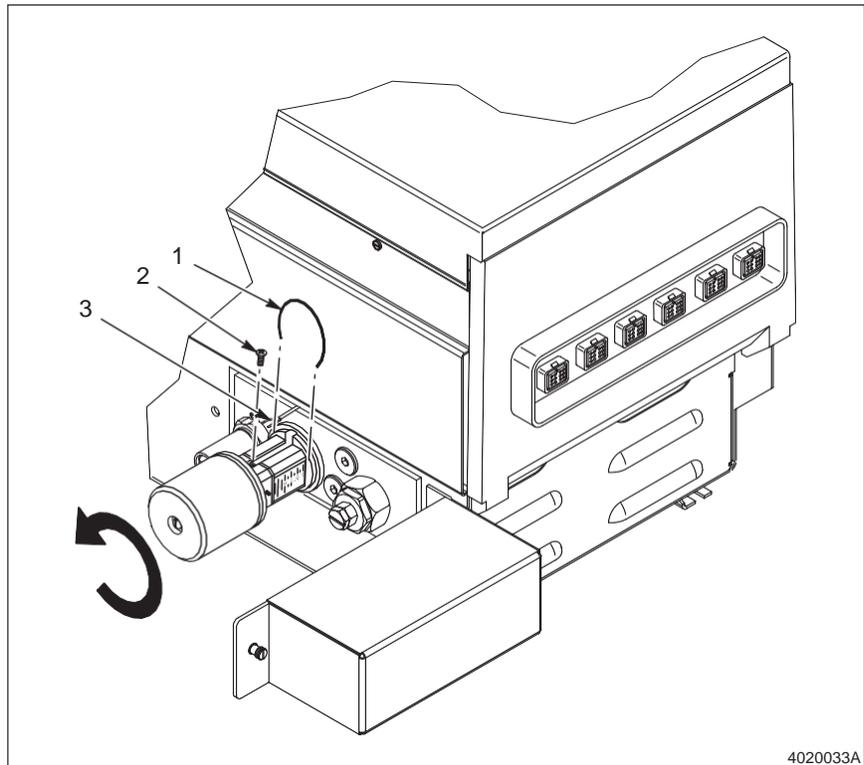

Fig. A 6-3 Desconectando o Fio do Controlador de Densidade
3. Ver a Figura A 6-3. Notar a posição do número índice do botão do controlador de densidade.
5. Remover o clipe de retenção do fio (1).
5. Ver a Figura A 6-3. Anexar o fio de aterramento ao controlador de densidade e conjunto do filtro.